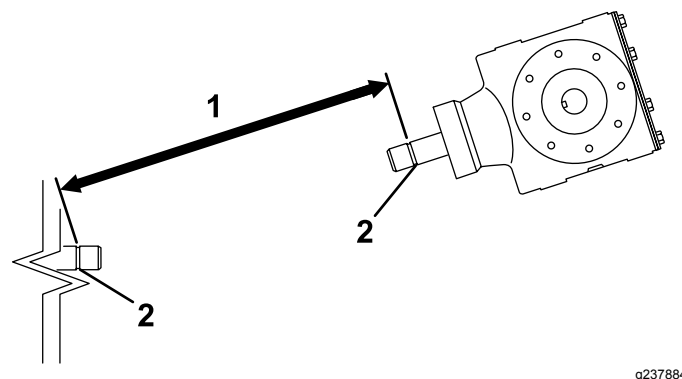
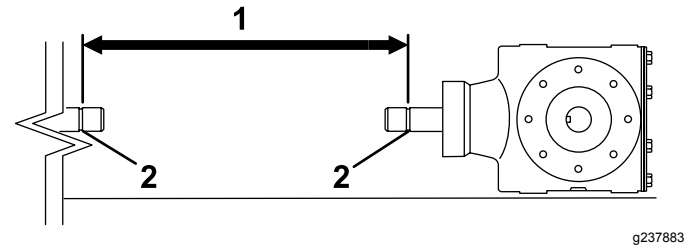
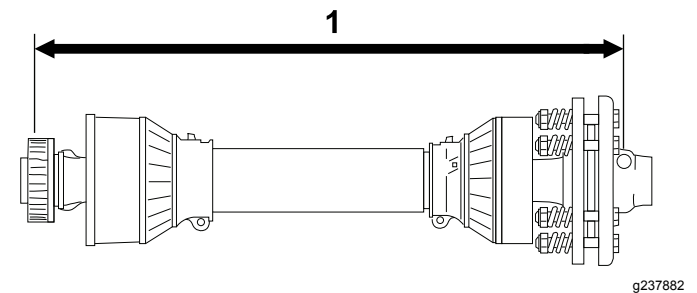

Figure 12
Figure 14
Figure 15
3. Mesurez la distance entre la gorge de verrouillage à l'extrémité de l'arbre de PDF du tracteur et la gorge de verrouillage sur l'arbre de PDF de réducteur de l'aérateur (Figure 12). Notez cette distance. Exemple : 67 cm
5. Mesurez la distance entre la gorge de verrouillage à l'extrémité de l'arbre de PDF du tracteur et la gorge de verrouillage sur l'arbre de PDF de réducteur de l'aérateur (Figure 14). Notez cette distance. Exemple : 70 cm
6. Sur l'arbre de PDF, mesurez la distance entre le centre de la bête de la goupille de blocage à une extrémité et le centre de la goupille de blocage à l'autre extrémité (Figure 15). Notez cette distance. Exemple : 81 cm
7. Utilisez la plus petite des deux mesures obtenues à la Figure 14 et la Figure 12, et ôtez-la de la distance obtenue à la Figure 15. Exemple : 81 cm moins 67 cm égale 14 cm.